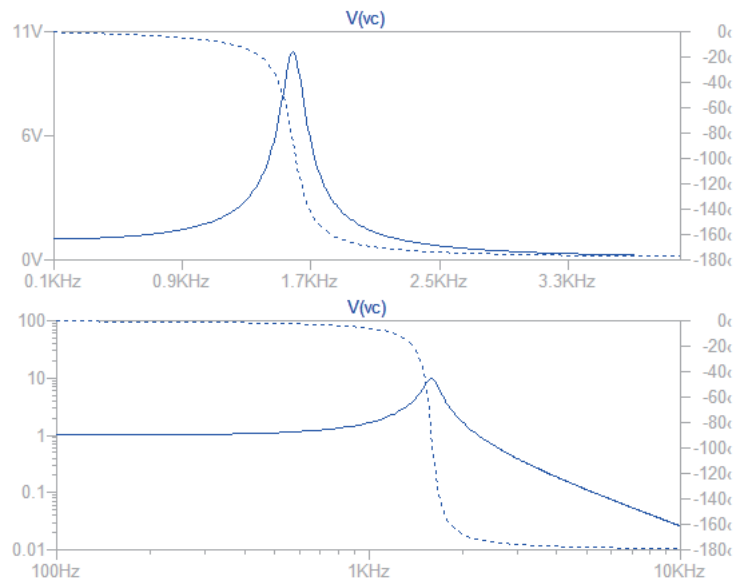

図 4.2: 周波数特性の例 : Linear 表示 (上) と両対数表示 (下)
が虚軸になっているので、周波数特性 (図 4.2) を表現している。極が実軸に近づくと大きな振幅になることもわかりやすい。
1. LTspice の AC 解析で LCR 直列共振回路の周波数特性を計算 (図 4.2 参照)。
- 図 4.2 では周波数特性を大きさと位相で表現したが、これを実部と虚部で書き、関係性を考える。